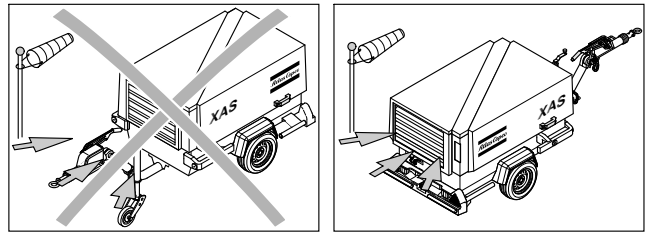

Fig. 3.4 Kompressorens bagende op mod vinden
Når kompressoren parkeres, sikres støtte (1) eller næsehjul (2), så kompressoren understøttes i vandret position. Kontroller, at næsehjulet (2) er blokeret ved hjælp af låsetappen (6). Træk parkeringsbremsen (3). Kompressoren skal så vidt muligt stå vandret; den kan dog bruges, selvom den ikke står helt vandret, men positionen må ikke være mere end 15° ude af vater. Hvis kompressoren parkeres på en hældning, skal der lægges klodser (kan fås som ekstraudstyr) foran eller bag hjulene. Sæt kompressoren mod vinden (se fig. 3.4), ikke hvor der er vindstrømme og ikke ved en mur. Undgå at motorens udstødning vender tilbage til ind sugningen. Det kan forårsage overophedning, så motorens effekt reduceres.